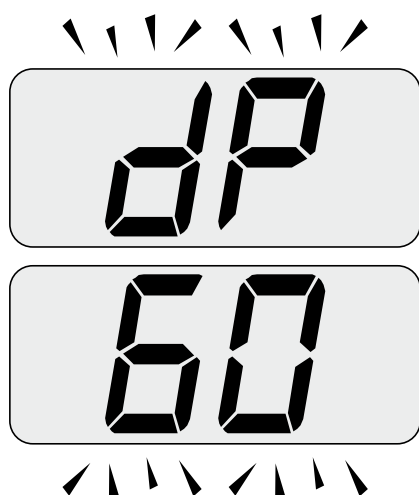

Figura 9.18
- Premendo ulteriormente il tasto 18 è possibile variare nuovamente la potenza in modalità spazzacamino: con visualizzazione sul display LCD delle lettere **DP** che si alternano con il valore di temperatura dell'acqua di riscaldamento (es. **60**), siamo "funzione spazzacamino" alla potenza massima in sanitario" (Figura 9.18);